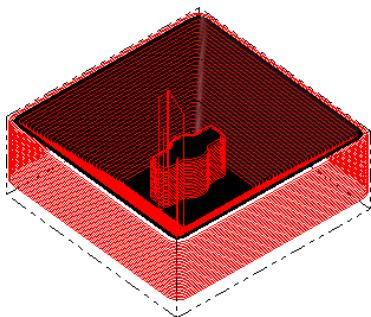

图 10-118 等高外形精加工刀具路径
⑥ 设置完加工参数后，单击“曲面精加工等高外形”对话框中的“确定”按钮 ，系统自动生成等高外形精加工刀具路径，如图 10-118 所示。